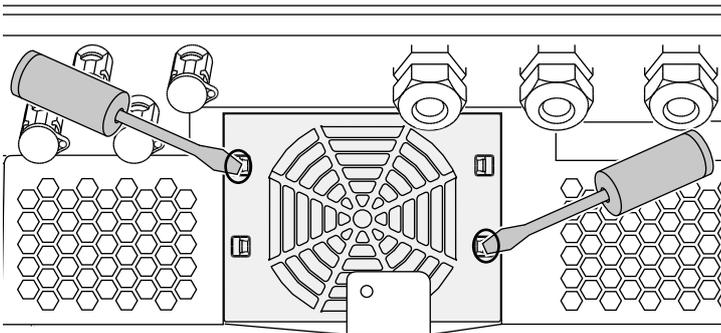

Fig. 69: Togliere le fascette di fissaggio
3. Con un secondo cacciavite premere le fascette di fissaggio verso il centro della ventola. Sollevare leggermente il gruppo ventola. ➔ **Fig. 69**